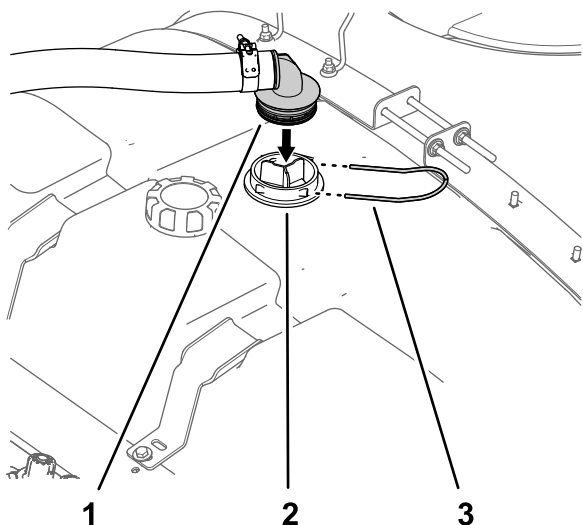

Figura 18
- Alinee el acoplamiento dentado de 90° de la manguera de alimentación con el alojamiento del filtro de aspiración (Figura 18).
2. Sujete el acoplamiento dentado de 90° al alojamiento (Figura 18) con la horquilla de retención que retiró en el paso 1 de Retirada del depósito de enjuague (página 5).